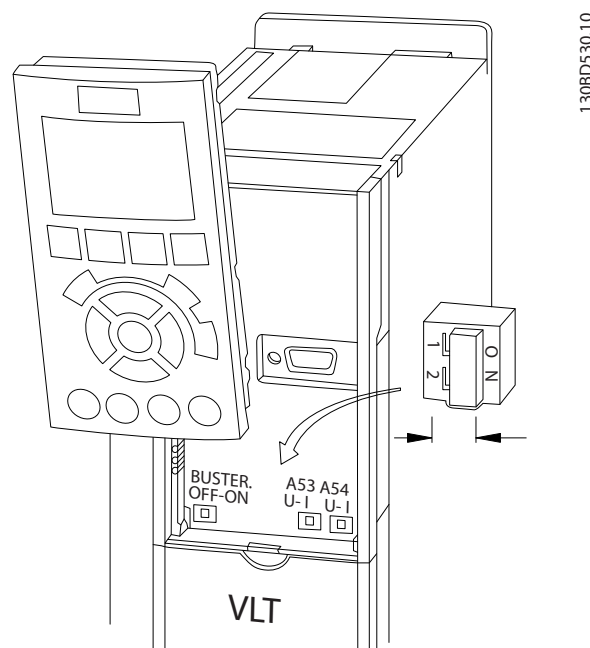

図 4.27 端子 53 と 54 スイッチの位置
1. LCP (ローカル・コントロール・パネル) を外します(図 4.27を参照)。
- スイッチ（バス終端）が、バス終端抵抗のコントロール・カードに提供されています。を参照図 4.27。